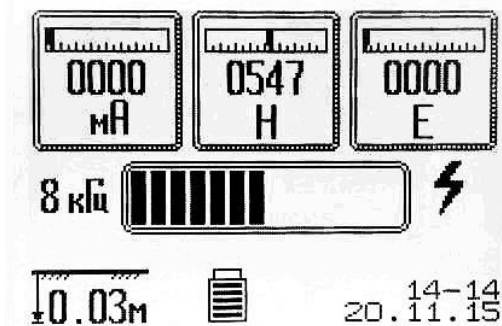
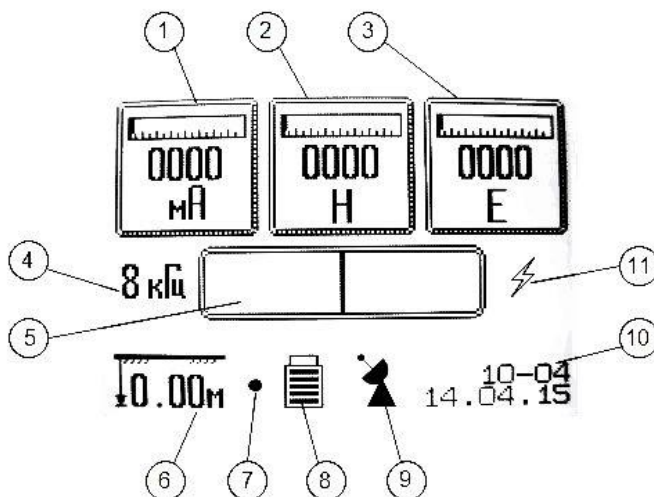

Figura 4.2
Figura 4.3
5.3 La începutul urmăririi, trebuie să vă concentrați asupra indicatorilor cunoașterea câmpului H (Figura 4.2). Pe ecran va fi afișată o „bară de nivel”, permițându-vă să evaluați momentul de apropiere de axa traseului după numărul de repere. Cu cât abaterea benzii de nivel și a citirii câmpului H este mai mare, cu atât operatorul este mai aproape de axa de urmărire. După găsirea axei de comunicare, se realizează trasarea ulterioară de-a lungul marcatorului de ghidare (poziția 5, figura 4.3).
5.4 Observarea tuturor cantităților determinate se efectuează conform afișaj de localizare (Figura 4.3):